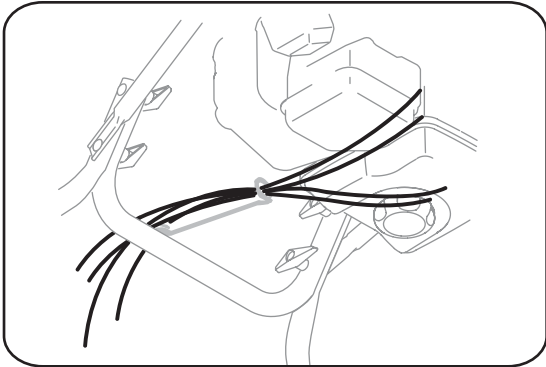

Figure 3-7
- Vérifiez que tous les câbles sont acheminés dans le guide sur le dessus du moteur. Voir la Figure 3-7.